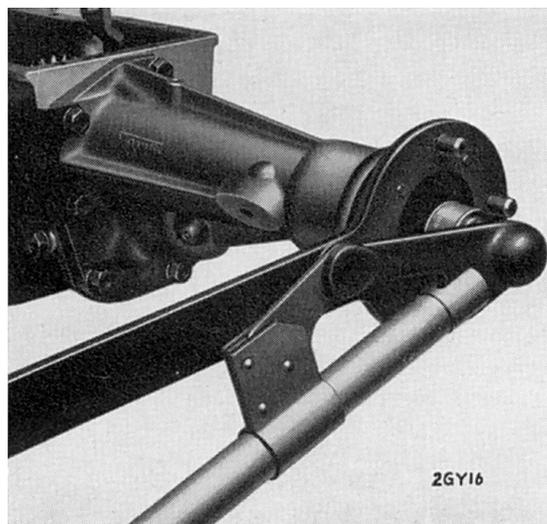

Fig. 48.
Introduire l'ensemble pignon d'entraînement dans le carter annexe en alignant le trou de fixation avec le trou correspondant dans le carter. Introduire et serrer le boulon-goupille (64) et la rondelle Grower comme illustré sur la Fig. 48.